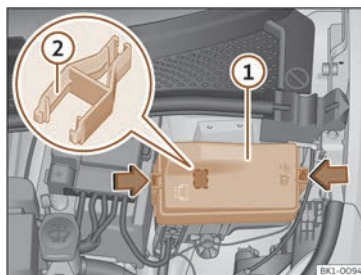

Fig. 181 Dans le compartiment avant : cache du boîtier de fusibles.
- Appuyez sur les languettes de verrouillage pour déverrouiller le cache de la boîte à fusibles >>> **fig. 181 ①**.
Dans la boîte à fusibles, il peut y avoir des pinces en plastique servant à retirer les fusibles >>> **fig. 181 ②**.